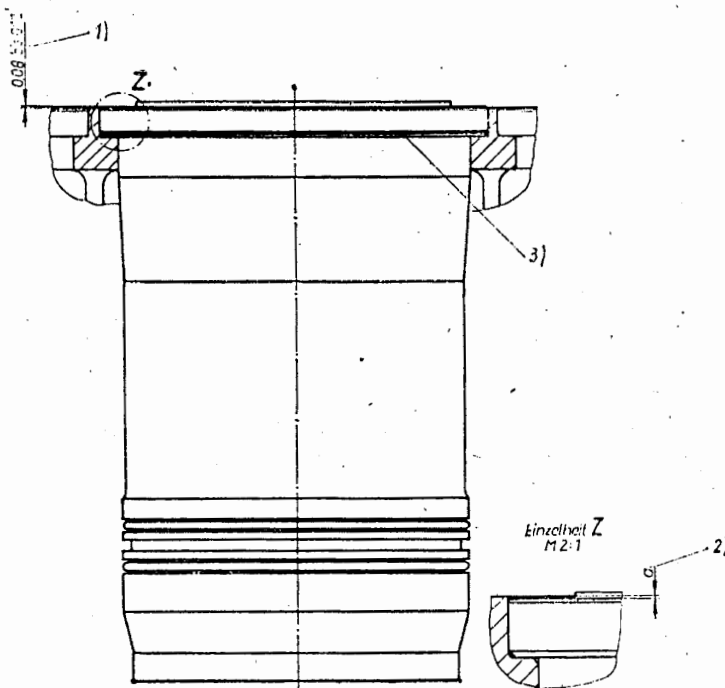

Bild M 29. Richtige Zylinderlaufbuchsenmontage
- b) Die beiden Rundringe $95 \times 3,0$ (TGL 6365-WS 6.056) auf die Zylinderlaufbuchse aufziehen und in die beiden vorgeschriebenen Rillen einlegen (Bild M 29).